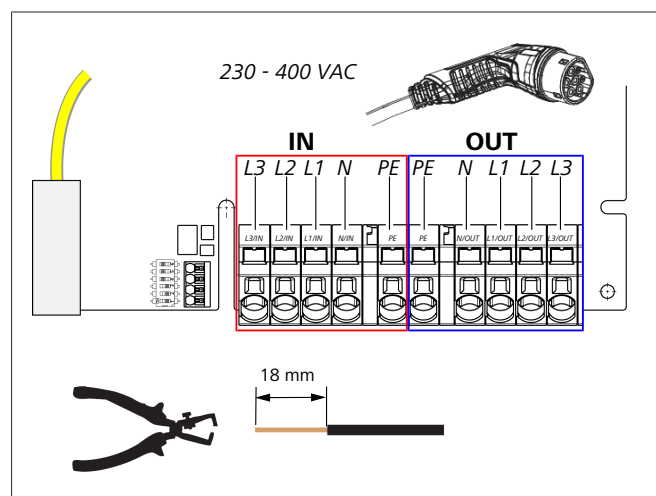

Bild 8
9. Anslut de olika kabeländarna enligt bildanvisningen (Bild 8) på det vänstra terminalblocket med texten "IN" med hjälp av spårskruvmejseln (3,5 mm).